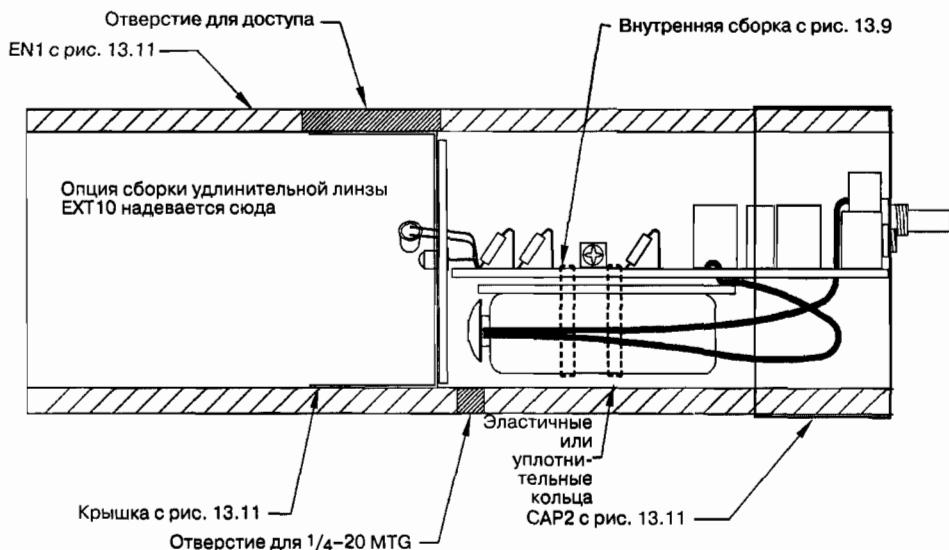

Рис. 13.12. Размещение платы с компонентами внутри корпуса лазерного приемника
8. Изготовьте отражательный экран, как показано на рис. 13.11. Эта деталь используется для наблюдения положения отраженного лазерного луча или сфокусированного луча линзой-расширителем. Этот свет необходимо направить на линзу фототранзистора. Экран должен быть небольшим по размерам, чтобы беспрепятственно помещаться в трубке корпуса. Проделайте два маленьких отверстия для выводов LED1, соблюдая полярность, и припаяйте его. Выводы должны быть как можно длиннее. Расположите светодиод по отношению к фототранзистору Q1 так, чтобы его свет можно было наблюдать, но чтобы в то же время он не препятствовал сигналам, идущим вдоль оптической оси. Разместите LED1, как показано на рис. 13.12, и закрепите его на печатной плате PCB с помощью адгезива RTV или аналогичного клея.
9. Изготовьте изолирующую плату SPCR1 из куска пластика, картона или другого подходящего материала размерами 3,81×5,08 см. Этот элемент размещается между батареей и дном платы для изолирования их друг от друга (см. рис. 13.12).